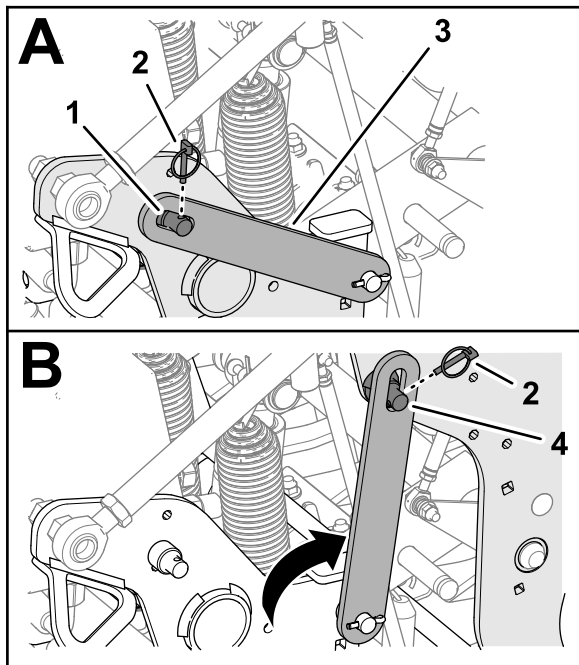

Figura 102
4. Retire o pino de segurança que prende o trinco de segurança à placa lateral (Figura 102).